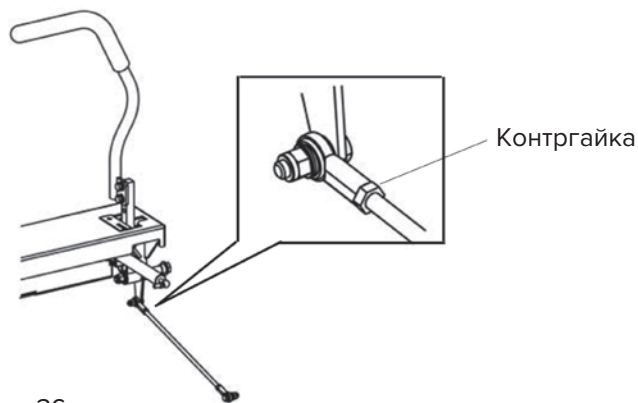

Рис. 36
7. Переведите рычаги управления движением в нейтральное положение. Отрегулируйте длину стержня управления насосом, вращая двойные гайки в соответствующем направлении, пока колеса не начнут слегка проскальзывать в обратную сторону (рис. 36). Переведите рычаги управления движением в положение заднего хода и, слегка надавливая на рычаг, позвольте пружинам заднего хода вернуть рычаги в нейтральное положение. Колеса должны перестать вращаться или слегка проскальзывать в обратном направлении.